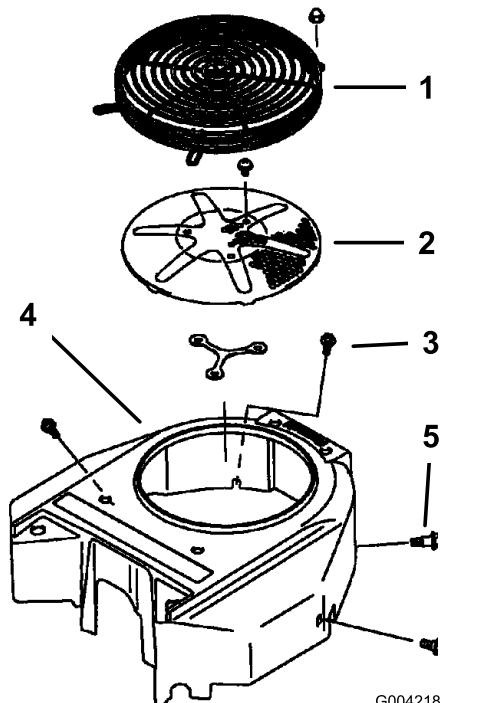

Figure 74
Avant chaque utilisation, enlevez l'herbe, les saletés et autres débris éventuellement accumulés sur la grille du moteur. Cela permet d'assurer un refroidissement, un régime moteur corrects, et réduit les risques de surchauffe et de dommages mécaniques du moteur (Figure 74).
3. Déposez la grille d'entrée d'air, le lanceur et le carter du ventilateur (Figure 74).
5. Remettez la grille d'entrée d'air, le lanceur et le carter du ventilateur (Figure 74).